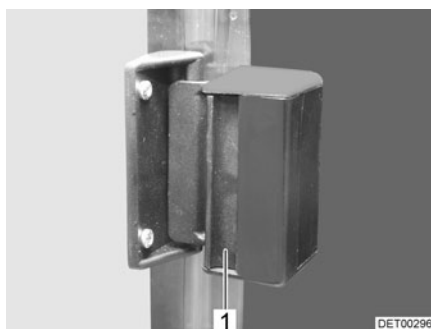

Fig. 49 Fenêtre coulissante
- Appuyer sur la poignée (Fig. 49,1) et la pousser ou tirer simultanément vers l'avant ou l'arrière.